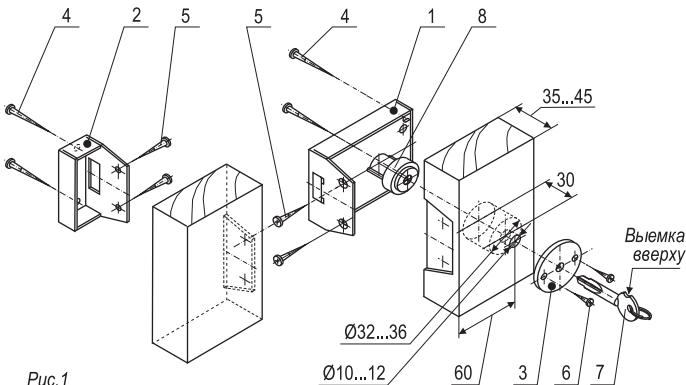

Рис.1
7. Ключ вставляется и вынимается из цилиндрового механизма только при вертикальном положении диска ключа выемкой вверх (см. рис. 1) или вниз (см. рис. 2) в зависимости от установки замка на правых и левых дверях.
8. Отпирание замка изнутри (см. рис.1) осуществляется поворотом ручки постоянного ключа по часовой стрелке, а снаружи поворотом вставленного ключа против часовой стрелки. Для фиксации
ПОРЯДОК МОНТАЖА (см. рис.1)